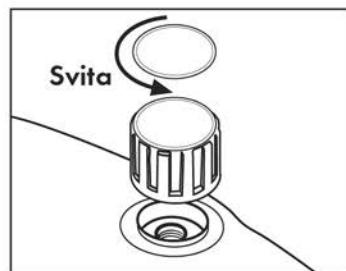

Fig. 16
Descargar la presión en caldera apagando el interruptor caldera (11) y descargando todo el vapor a través del pulsador vapor (18) situado en la empuñadura, luego apagar el interruptor general (10). Después de dejar entrar adecuadamente la caldera, desconectar el enchufe de la toma de corriente, abrir lentamente el tapón de seguridad **(Fig. 16)**.